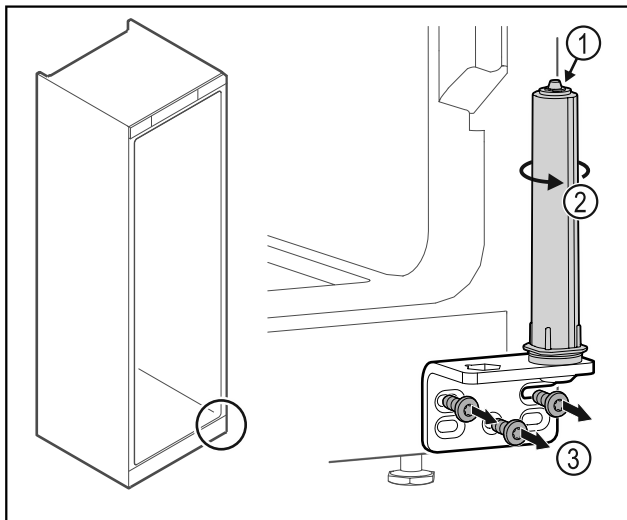

Fig. 26
- Ne pas désassembler le système de fermeture de la porte Fig. 26 (1).
- Tourner le système de fermeture Fig. 26 (2) jusqu'à entendre un clic.
- Dévisser l'équerre de la charnière Fig. 26 (3).